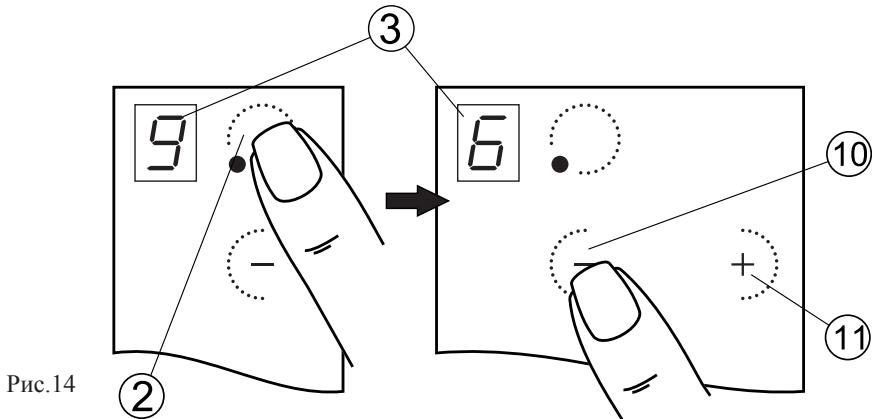

Рис.14
1. Работающую конфорку касанием зоны ② перевести в режим управления (рис. 14).